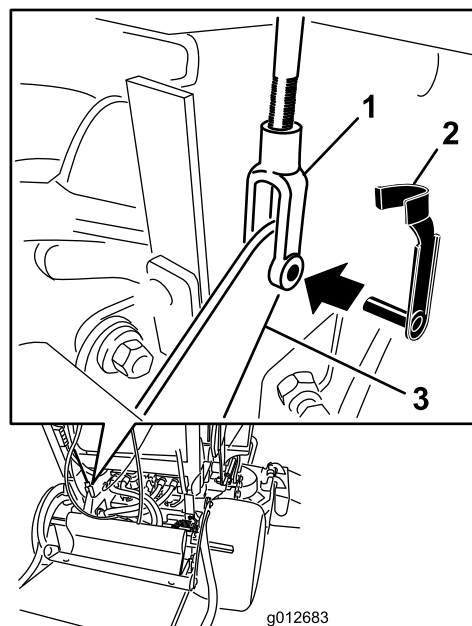

Figura 61
4. Para ajustar el freno, retire el pasador de muelle de la palanca de freno inferior y la horquilla (Figura 61).
7. Sujete la horquilla a la palanca de freno inferior con el pasador de muelle (Figura 61).